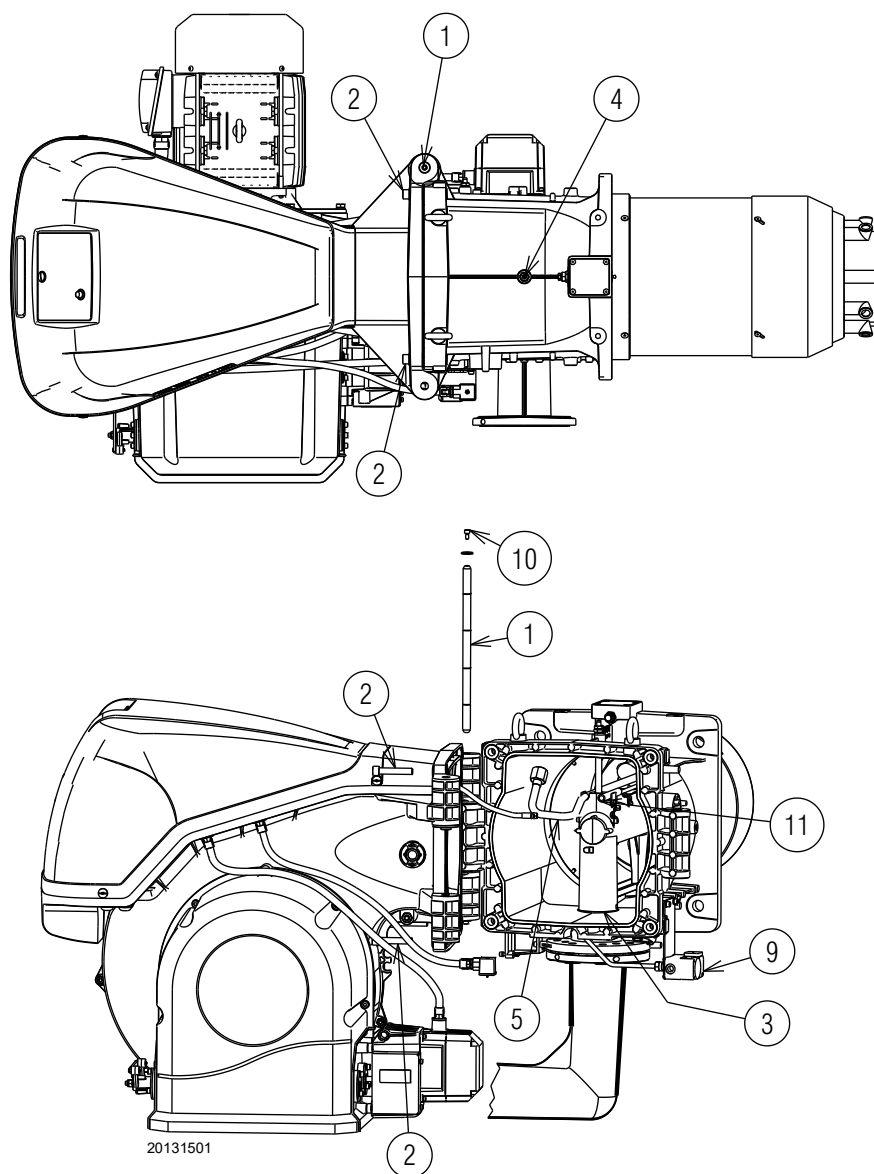

Abb. 13
Der Brenner wird werksseitig für die Öffnung nach links ausgelegt, sodass der Stift 1)(Abb. 13) in seinem Sitz gehalten wird.
- A den die Verbindung Stecker/Buchse 9)(Abb. 13) des Gas-Höchstdruckwächters trennen;
- D den Brenner, gemäß Abb. 13 vollständig öffnen;
Um den Brenner auf der anderen Seite zu öffnen, vor dem Entfernen des Stifts 1)(Abb. 13) überprüfen, dass die 4 Schrauben 2) festgezogen sind.
- H den Anschluss 9) (Abb. 13) des Gas-Höchstdruckwächters trennen, dann wie bereits unter Punkt C) beschrieben vorgehen.